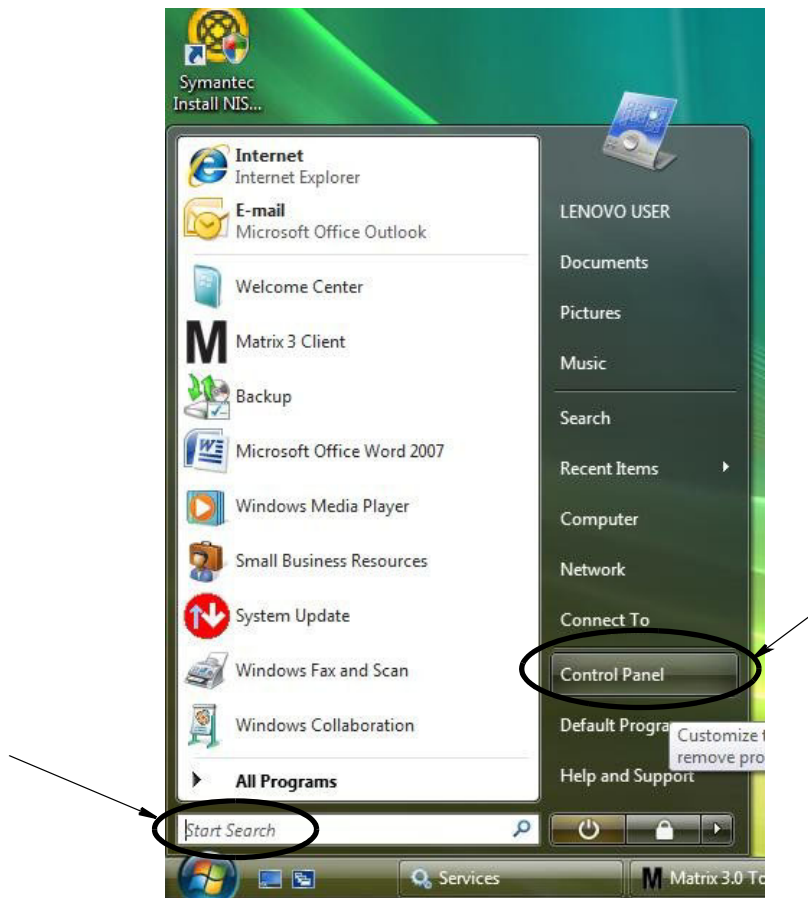

FIG. 32
1. Sur l'écran de Windows Vista, sélectionnez Start Search/Control Panel FIG. 32.